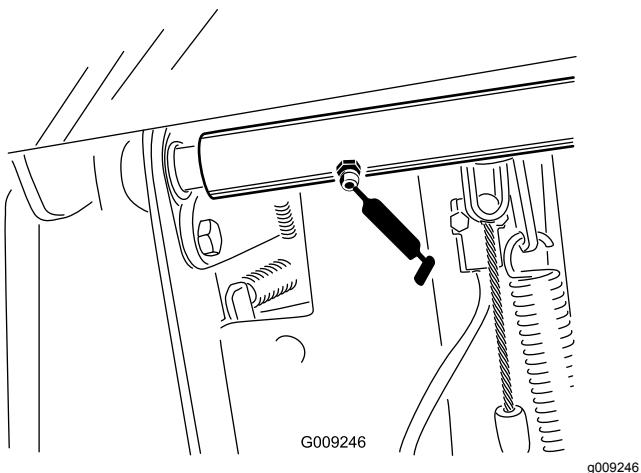

Figura 58
- Cojinetes del eje de pivot del pedal de freno (2) (Figura 58)